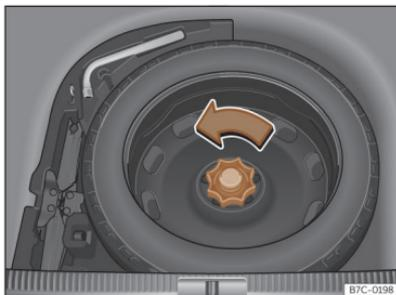

Fig. 222 En el maletero: piso de carga alzado.
- Gire la ruedecilla en sentido contrario a las agujas del reloj >>> **fig. 222**.